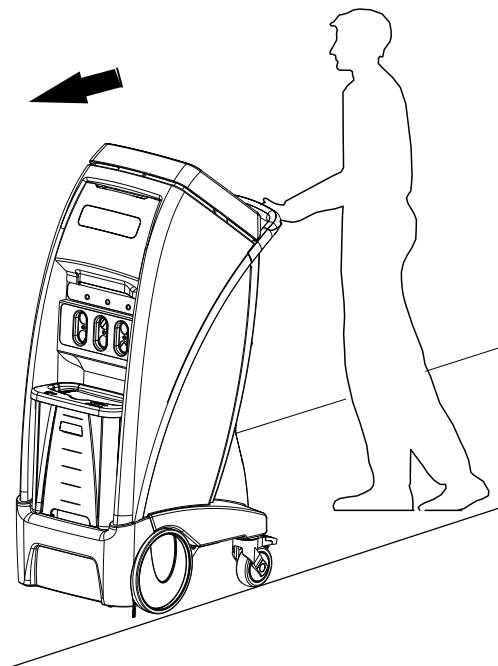

Fig. 8-23: Transportposition
3. Sørg for at placere produktet med portene vendende fremad (Fig. 8-23 på side 8-37).